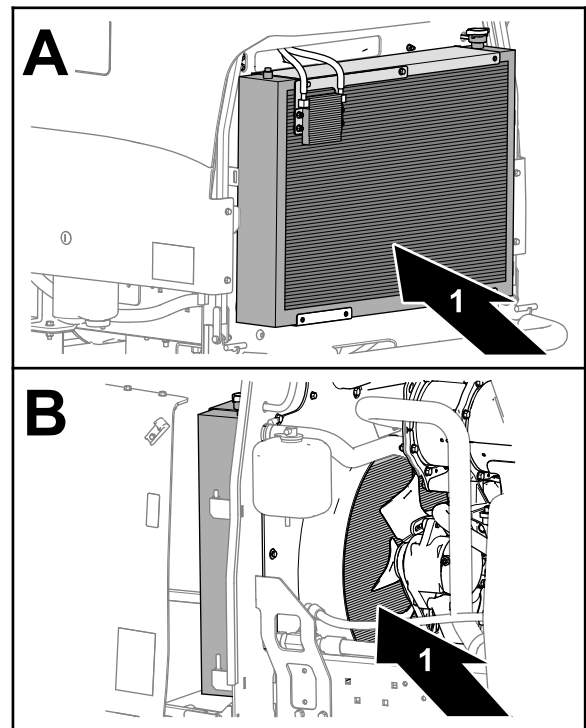

Bild 71
7. Reinigen Sie beide Seiten des Kühlers und des Ölkühlers gründlich mit Druckluft (Bild 71).